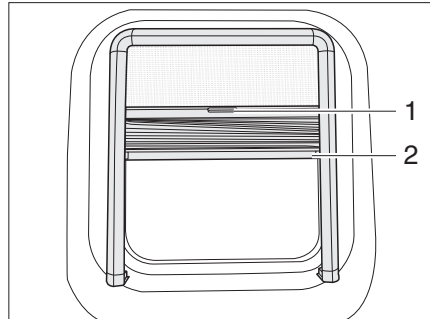

Fig. 16 Fenêtre projetante
- Saisir l'encoche (Figure 16,2) et tirer le store occultant de haut en bas jusqu'à la hauteur désirée.
- Saisir l'encoche (Figure 16,2) et faire glisser le store occultant vers le haut.
- Tirer la moustiquaire vers le bas à l'aide de la poignée (Figure 16,1).
- Faire glisser la moustiquaire vers le haut à l'aide de la poignée (Figure 16,1).